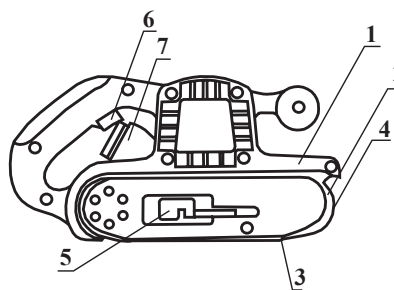

рис. 1
Общий вид шлифмашины схематично представлен на рис. 1:
6.3 Установка ленты производится на отключённой от электросети шлифмашине. Для замены и установки ленты 4 (рис. 1) - вытяните рычаг 5 (рис. 1) механизма натяжения из
7.1 После установки рабочего инструмента (шлифлента) можно приступать к выполнению работ. Включите шлифмашину и отрегулируйте сбеги ленты с роликов. Движущаяся лента не должна выходить за пределы опоры 3 (рис. 1).